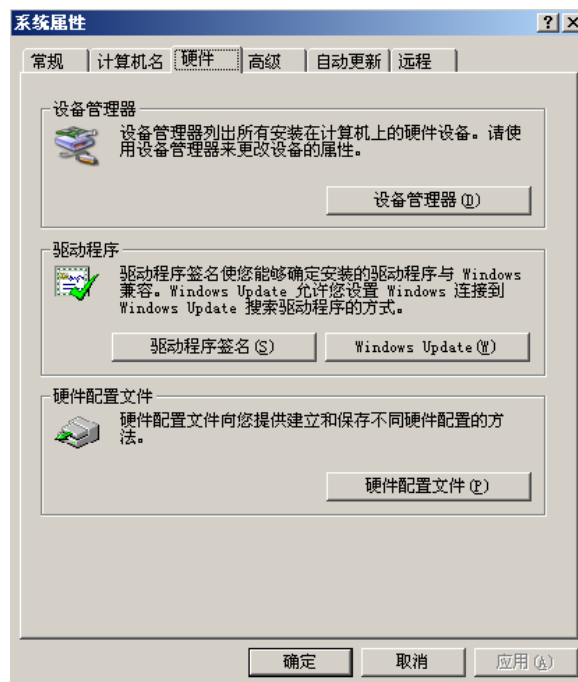

图 4-4
(3) 在图 4-3 中选择“硬件”，显示为图 4-4 所示。